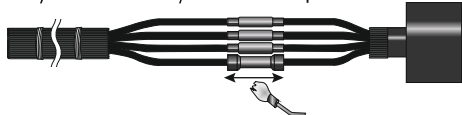

Рисунок 6
4.15 Установить трубки изоляции соединительных гильз по центру гильз (рисунок 6а).
4.16 Усадить трубки, начиная от центра соединительных гильз (рисунок 6б).